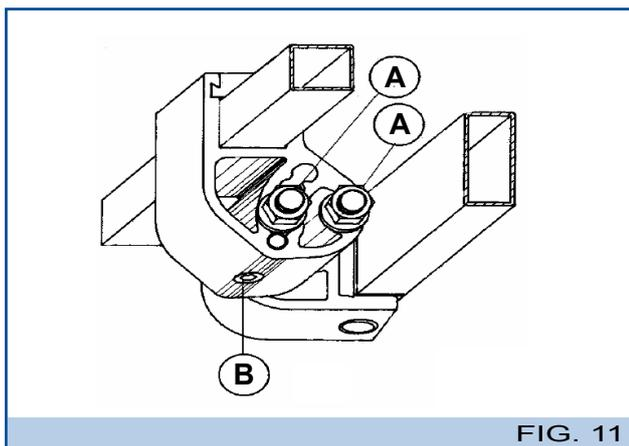

FIG. 11
9 - Régler l'inclinaison du store en utilisant la vis (B - Fig.11) et la clé Allen prévue à cet effet. Répéter la même opération sur les deux bras.
10 - À l'aide d'un niveau (C), contrôler que la barre de charge soit en position horizontale. En cas contraire, régler la vis (B Fig.11) du support correspondant au bras hors niveau en suivant la procédure indiquée ci-dessus. Après avoir obtenu l'inclinaison désirée, fixer les vis (A-Fig.11).